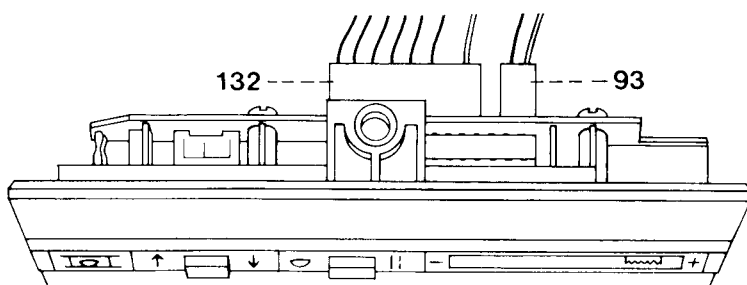

Fig. 33d
- Bei PFAFF 1029 die zwei Steckdosen 93 und 123 abziehen, (siehe Abb. 33d).